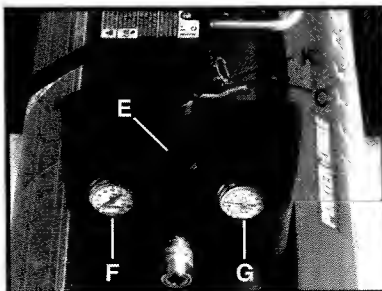

Fig. 3
Interruptor de ENCENDIDO/AUTO-APAGADO (C), Fig. 3: Ponga este interruptor en la posición de ENCENDIDO para suministrar alimentación al conmutador automático activado por presión prefijada y en la posición de APAGADO para interrumpir el suministro de alimentación al final de cada uso.
Regulador (E), Fig. 3: La presión del aire que viene del tanque de aire se controla mediante el regulador. Tire hacia arriba del pomo del regulador para DESBLOQUEARLO. Gire el pomo del regulador en el sentido de las agujas del reloj para aumentar la presión y en sentido contrario al de las agujas del reloj para reducirla. Para evitar tener que hacer algún reajuste menor después de hacer un cambio en la graduación de la presión, aproxímese siempre a la presión deseada desde una presión menor. Cuando reduzca la presión de un valor más alto a uno más bajo, reduzca primero la presión a un valor inferior al deseado y luego aumentela hasta el valor deseado. Según los requisitos de aire de cada accesorio específico, es posible que sea necesario ajustar la presión de aire regulada en la salida mientras se utiliza el accesorio. Empuje hacia abajo sobre el pomo del regulador para BLOQUEARLO en la posición correspondiente al valor deseado.
Manómetro de salida (F), Fig. 3: El manómetro de salida indica la presión de aire disponible en el lado de salida del regulador. Esta presión es controlada por el regulador y siempre es menor o igual que la presión del tanque. Consulte la sección “Procedimientos de funcionamiento”.
Manómetro del tanque (G), Fig. 3: EL manómetro del tanque indica la presión del aire de reserva del tanque.
Válvula de seguridad (K), Fig. 3: Si el conmutador activado por presión prefijada no apaga el compresor de aire al alcanzar el punto de presión de desconexión, la válvula de seguridad protegerá contra la presión alta “disparándose” cuando se alcance su presión ajustada de fábrica (un valor un poco mas alto que el punto de presión de desconexión del conmutador activado por presión prefijada).